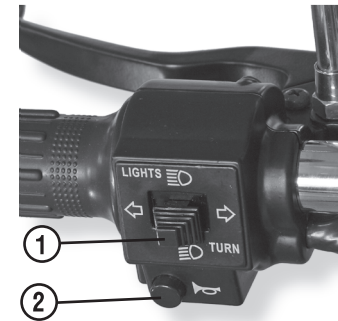

Рис. 7 Блок переключателей на руле левый
**Переключатель указателей поворотов и света фар** (рис. 7, поз. 1). Переключатель указателей поворотов и света фар используется для включения и выключения указателей поворотов и переключения фары в режим ближнего или дальнего света. Для включения указателей сдвиньте рычажок вправо или влево от среднего положения. При этом начнут мигать указатели поворотов и лампа-индикатор на панели приборов. Для прекращения работы указателей поворотов верните рычажок в среднее положение.
Кнопка звукового сигнала (рис. 7, поз. 2). В случае необходимости подачи звукового сигнала нажмите на кнопку